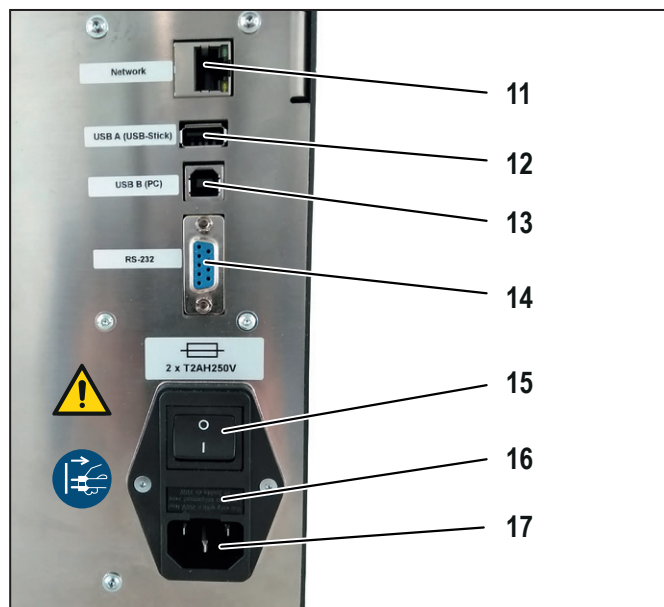

Bild 3.2 Rückansicht
- ▶ Stecken Sie das Netzanschlusskabel in die Netzanschlussbuchse (Bild 3.2, 17) des Automaten und schließen Sie es an die Stromversorgung an.
- ▶ Verbinden Sie den Automaten über ein USB-Kabel mit einem Rechner (Bild 3.2, 13).
- ▶ Verbinden Sie den Automaten über ein Ethernet-Kabel mit einem Netzwerk (Bild 3.2, 11).
► Schalten Sie den Automaten ein (Bild 3.2, 15).